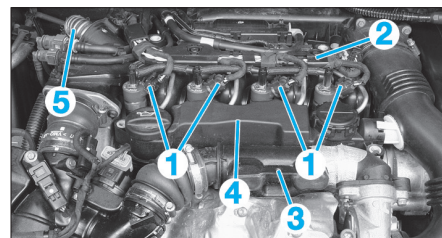

Fig. 39
- Déconnecter les connecteurs (1) (Fig.39) des injecteurs
- Écarter le faisceau (2).
- l'atténuateur (3),
- le déshuileur (4),